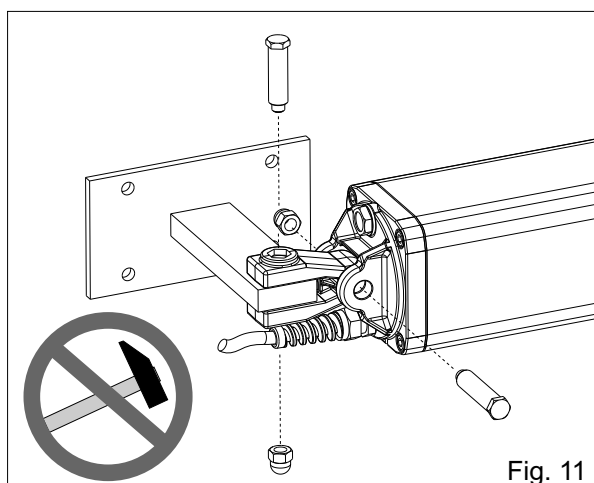

Fig. 11
- Fixer la fourche oscillante comme dans fig.11.